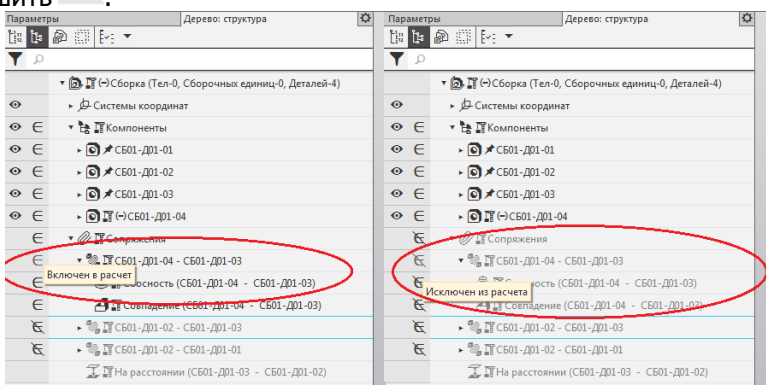

Рис. 21. Включение в расчет и исключение из расчета сопряжений
- щелчком мыши по значку Включен в расчет , тем самым преобразовав его в значок Исключен из расчета  в Дереве построения (рис. 21).